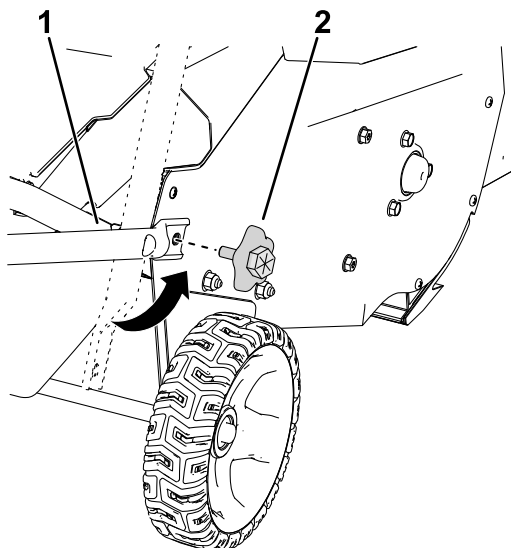

Рисунок 5
5. Переместите нижнюю рукоятку на штатное место и установите нижние маховички рукоятки, как показано на Рисунок 5.